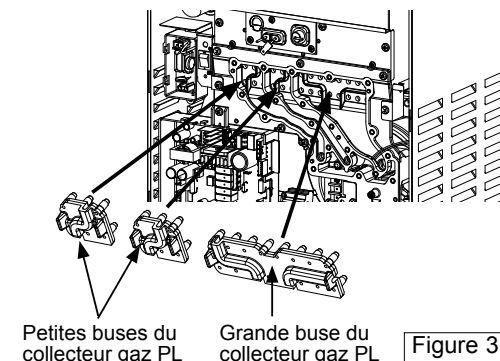

Figure 3
9. Consulter la Figure 3 et identifier le bon emplacement pour chaque buse de collecteur Gaz PL. Les attaches de buses sont de deux types : Une petite et une grande. Les attaches de la plus petite buse sont pour les deux sections de gauche et la plus grande est pour la section de droite.
10. Installer chaque buse de collecteur gaz PL tel qu'illustré dans la Figure 3.